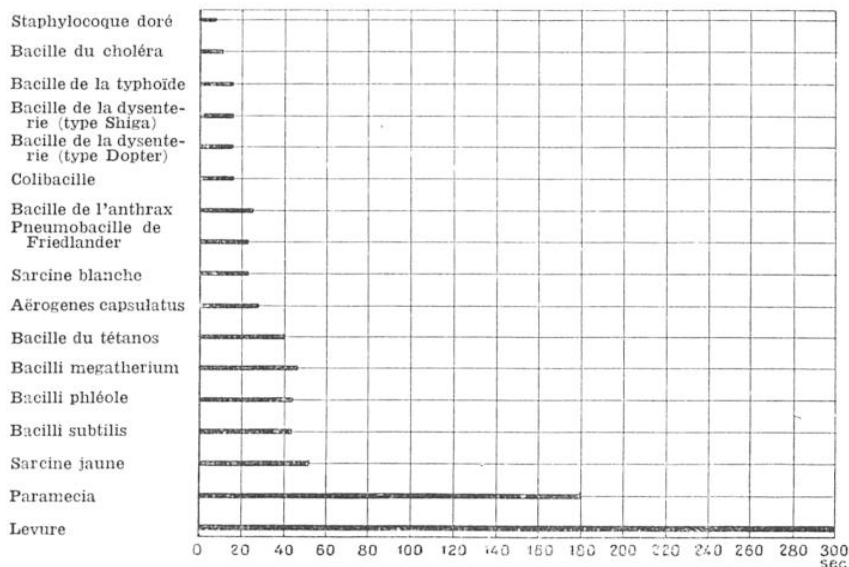

FIG. 2. — GRAPHIQUE MONTRANT AU BOUT DE COMBIEN DE SECONDES LES DIVERS MICROBES SONT DÉTRUITS PAR L'ULTRAVIOLET
artérielle ; la production de vitamines A et D (1), etc. De plus, tout le monde connaît la pigmentation de la peau produite par l'ultraviolet des rayons solaires, et, enfin, il faut mentionner l'action bactéricide de l'ultraviolet (le bacille de Koch, celui du charbon, sont rapidement détruits) (fig. 2).